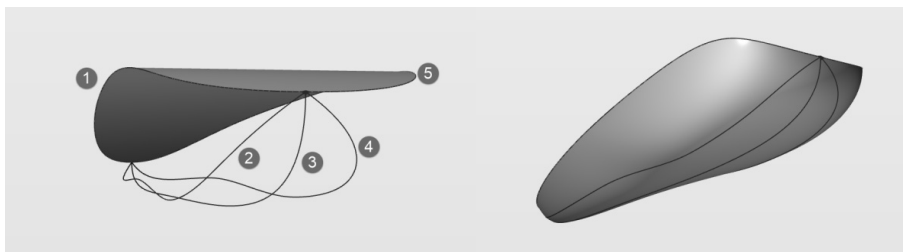

图 3-117 依次选取 5 条曲线 (左) 获得新的扫略曲面 (右)
6) 激活“多曲线扫略”工具, 当控制台提示“拾取剖面曲线”时, 依次选取图 3-117 中的 5 条曲线, 获得新的扫略曲面。